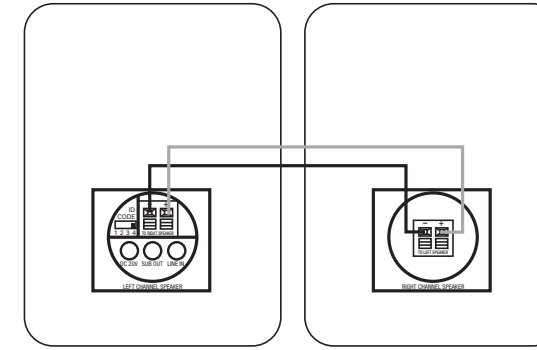

Figura 3.
Vea la Figura 3. Observe que el cable de altavoz suministrado dispone de indicadores de polaridad para ayudar a distinguir los dos conductores. Utilice estos indicadores para asegurarse de conectar el terminal positivo (+) de un altavoz con el terminal positivo (+) del otro, así como el terminal negativo (-) con el negativo (-) del otro. No importa el conductor elegido para interconectar entre sí los terminales positivos (+) o negativos (-).
Paso 3. Conecte el cable de altavoz (incluido) entre los terminales de presión del altavoz activo ⑥ y los terminales de presión de la parte trasera del altavoz pasivo ⑩, tal como muestra la Figura 3. Observe que el cable de altavoz suministrado dispone de indicadores de polaridad para ayudar a distinguir los dos conductores. Utilice estos indicadores para asegurarse de conectar el terminal positivo (+) de un altavoz con el terminal positivo (+) del otro, así como el terminal negativo (-) con el negativo (-) del otro. No importa el conductor elegido para interconectar entre sí los terminales positivos (+) o negativos (-).
Paso 4. Conecte el módulo transmisor ⑫ y el altavoz activo ⑦ en una toma de corriente, utilizando el alimentador y cable de corriente adecuados. Asegúrese de que la antena del transmisor ⑪ está extendida verticalmente.
Paso 5. Asegúrese de que el código ID del transmisor ⑬ coincide con el código ajustado en el altavoz activo ⑤. Consulte la página 8 de este manual si desea más información acerca de los códigos ID. Si es necesario, configure su receptor para activar y ajustar el nivel de las salidas preamplificadas de los canales principales/frontales (consulte el manual de su dispositivo fuente para instrucciones más
Paso 3. Conecte el cable de altavoz (incluido) entre los terminales de presión del altavoz activo 6 y los terminales de presión de la parte trasera del altavoz pasivo 10, tal como muestra la Figura 3. Observe que el cable de altavoz suministrado dispone de indicadores de polaridad para ayudar a distinguir los dos conductores. Utilice estos indicadores para asegurarse de conectar el terminal positivo (+) de un altavoz con el terminal positivo (+) del otro, así como el terminal negativo (-) con el negativo (-) del otro. No importa el conductor elegido para interconectar entre sí los terminales positivos (+) o negativos(-).